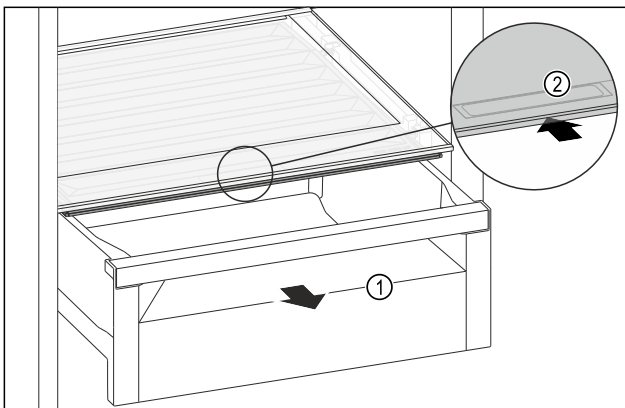

Fig. 146
- Извлеките выдвижной ящик Fig. 146 (1).
- Возьмитесь за утопленную ручку Fig. 146 (2) на крышке отделения и одновременно введите крышку отделения назад.